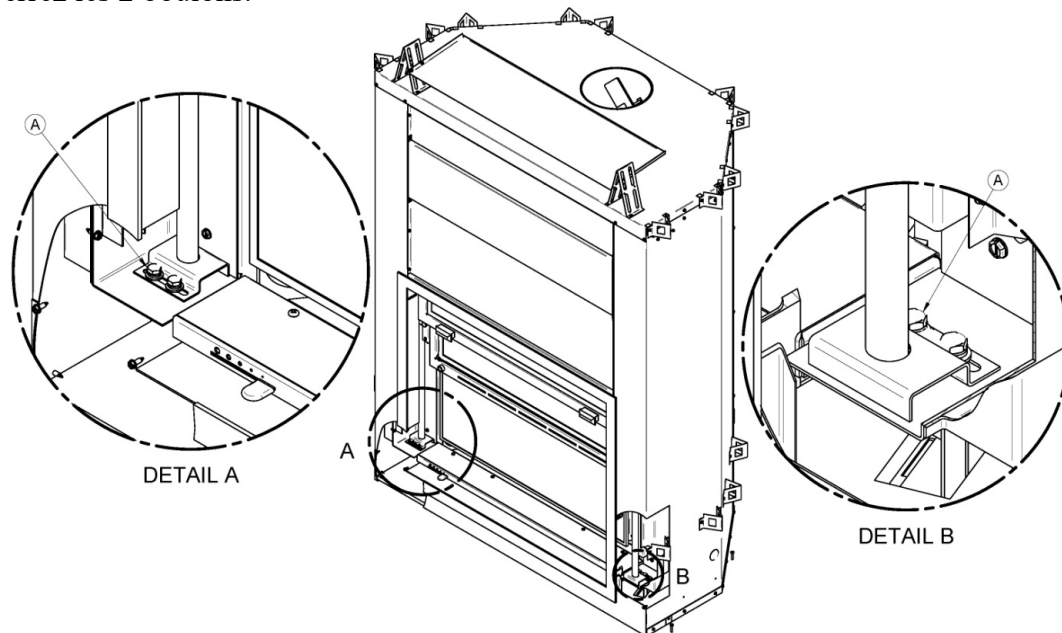

Figure 29
3. Dévissez les deux boulons (A) qui sont situés en bas à gauche de la porte (**Figure 29**).
2. Dévissez une des deux vis (A) qui sont situées en bas à droite de la porte grillagée (voir **Figure 29**).